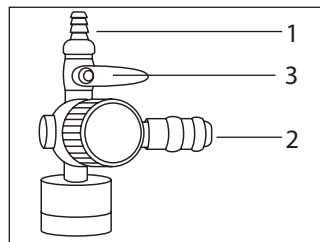

Рис. 4
На выходе из компрессора предусмотрены штуцера двух типов: «елочка» (Рис. 4, п. 1) и быстросъемный (Рис. 4, п. 2).
К инструменту, подключенному к быстросъемному штуцеру, воздух поступит автоматически. Для подачи давления к инструменту, подключенному к штуцеру типа «елочка», откройте шаровой кран (Рис. 4, п. 3).
инструмента, подключенного к штуцеру, посредством регулировки положения крана (Рис. 4, п. 3).
**ПРИМЕЧАНИЕ!** При работе одновременно двумя инструментами следует помнить, что давление в обоих инструментах будет одинаковым, а расход воздуха будет распределяться пропорционально соотношению проходных сечений инструментов или выходных штуцеров в случае регулирования расхода воздуха краном, т.е. при увеличении расхода воздуха через штуцер (Рис. 4, п. 1) будет уменьшаться расход воздуха через штуцер (Рис. 4, п. 2), и наоборот.
- к штуцеру типа «елочка» – закройте кран (Рис. 4, п. 3), ослабьте хомут (если установлен), смените шланги инструмента, снова затяните хомут и откройте кран, установив необходимый расход воздуха;